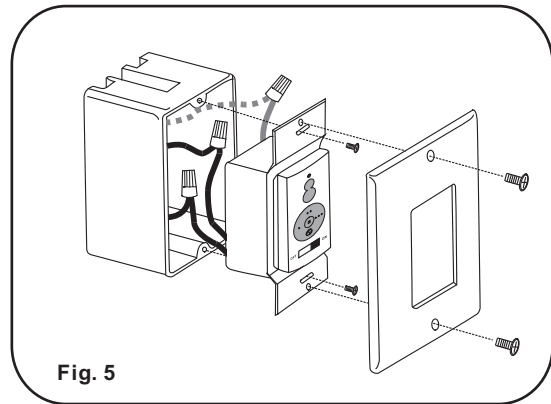

Fig. 5
Paso 3. (Fig. 5) Cuidadosamente meta las conexiones dentro de la caja de distribución. Asegure el transmisor con los dos tornillos proveídos. Instale la cubierta decorativa y asegurela con los dos tornillos proveídos.